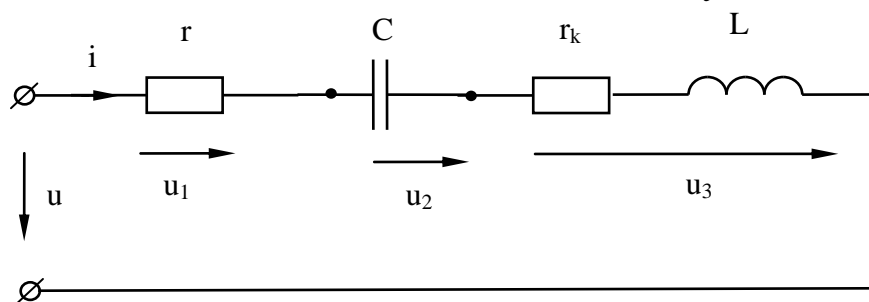

Рисунок 3.1- Схема электрической цепи с последовательным соединением резистора, индуктивной катушки и конденсатора
3.2.1.1 Начертить заданную схему электрической цепи с последовательным соединением резистора r , индуктивной катушки (L, r_k) и конденсатора (рисунок 3.1) и указать на ней выбранные направления тока и напряжений. Варианты значения параметров (r, L, r_k, C) элементов схемы и приложенного синусоидального напряжения (U, f) указаны в таблице 3.1. Обычно вариант задания соответствует порядковому номеру бригады.
3.2.2.3 Собрать схему резонансного контура (рисунок 3.1), установив параметры элементов схемы для своего варианта.